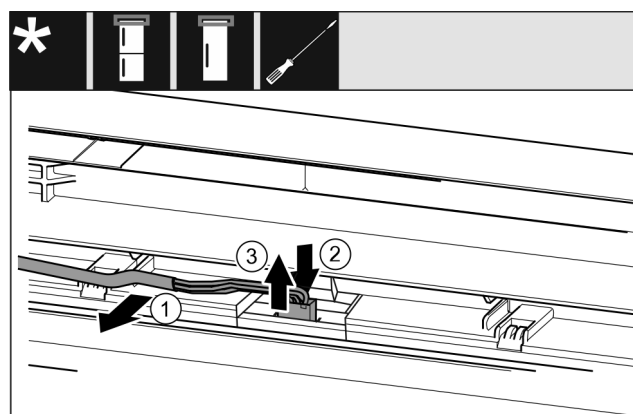

Fig. 20
- Šedý kabel opatrně uvolněte z vedení ve dveřích. Fig. 20 (1)
- Zatlačte lamelu za zástrčkou směrem dozadu. Fig. 20 (2)
- Zástrčku opatrně vytáhněte směrem nahoru. Fig. 20 (3)